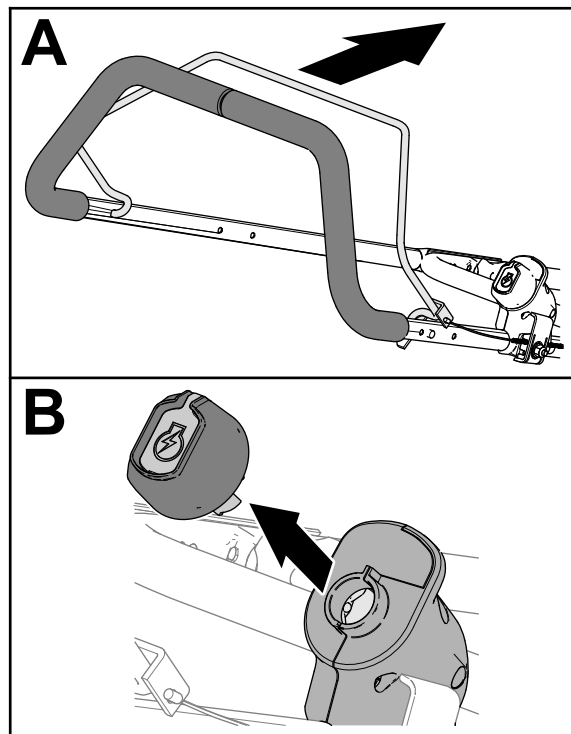

Figura 17
1. Eliberați maneta pentru prezenta operatorului (Figura 17).